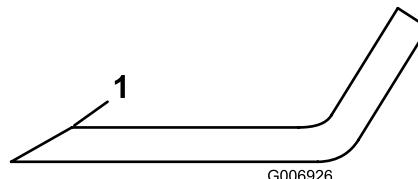

图 76
- 检查所有刀片的刀刃。如果刀刃变钝或出现裂口则应打磨刀刃只打磨刀刃的边缘保持最初的切割角度以保证锋利度 图 76。